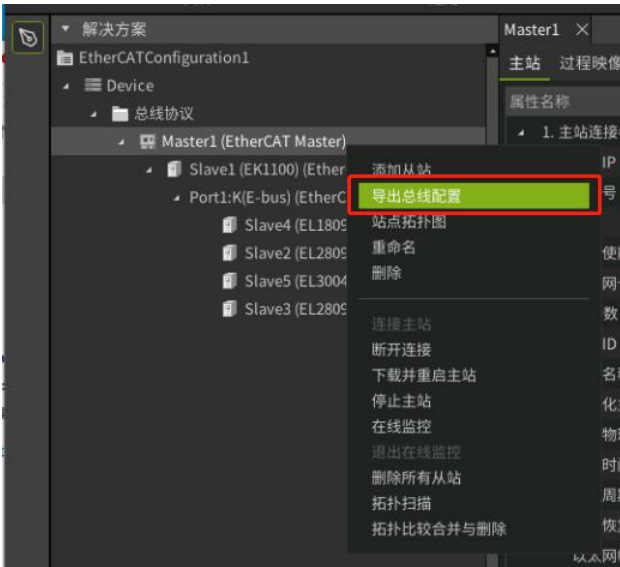

图 4.15 导出总线配置
(1) 导出配置信息 ENI。在 4.1 示例中，总线配置完成后，可以右键“Master->导出总线配置”，将配置导出到 xml 文件，如图 4.15 所示。